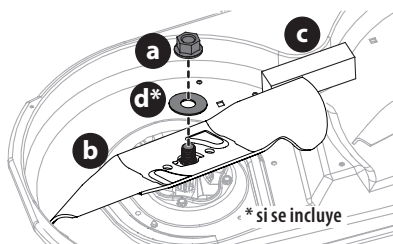

Figura 46
2. Coloque un bloque de madera (c) entre el alojamiento de la plataforma y el borde de corte de la cuchilla (b) para ayudar a aflojar la tuerca hexagonal (a) y la arandela (d*) que fijan la cuchilla (b). Utilice una llave de 15/16 pulgadas para aflojar la tuerca hexagonal (a) y la arandela (d*) (Figura 46).
3. Cuando reinstale las cuchillas, asegúrese de lo siguiente (Figura 46 en la página 66):